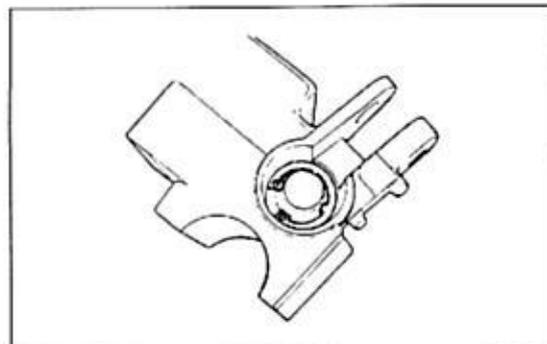

Bild 156
- Handhebel abnehmen. Staubkappe mit zarter Spitzzange «herauspopeln» und Sicherungsring mit entsprechender Zange entfernen (Bild 156). Es folgen Kolben und Feder (Bild 157).